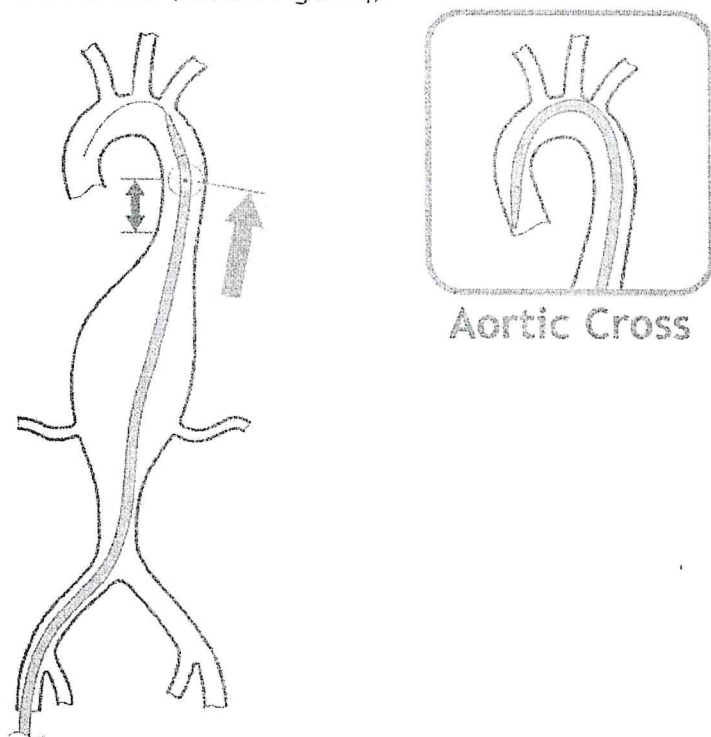

Figura 4. Vista dell'aorta con zoom dell'arco aortico
5. Avanzare l'intero sistema finché il marker radiopaco sulla punta del sistema di inserimento (che indica il limite superiore dell'MFM®) non sia posizionato sopra il sito della lesione target, circa 20 mm a monte (vedere Figura 4).